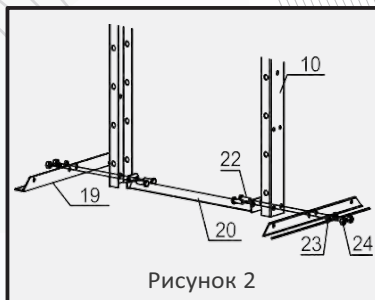

Рисунок 2
3. Установите стойки рамы (10) в вертикальное положение. Задвиньте каждую опору основания (19) под стойки рамы (10) и поместите нижнюю опору рамы (20) между ними. Выровняйте отверстия для болтов и вставьте болты (22) через стойки рамы, секции основания и нижнюю опору рамы, затем закрепите их шайбами (23) и гайками (24). Рисунок 2
4. Прикрепите боковые опоры основания (18) к стойкам рамы и опоре основания с помощью болтов (15), шайб (16) и гаек (17).